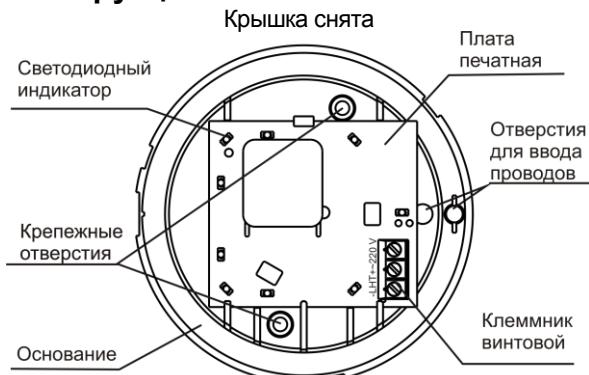

Рисунок 1
Оповещатель состоит из основания, печатной платы с радиоэлементами и крышки (рисунок 1).
c) провести провода от источника питания через отверстие для ввода проводов в основании оповещателя (рисунок 1). Имеется возможность выдавливания в основании второго отверстия для ввода проводов;